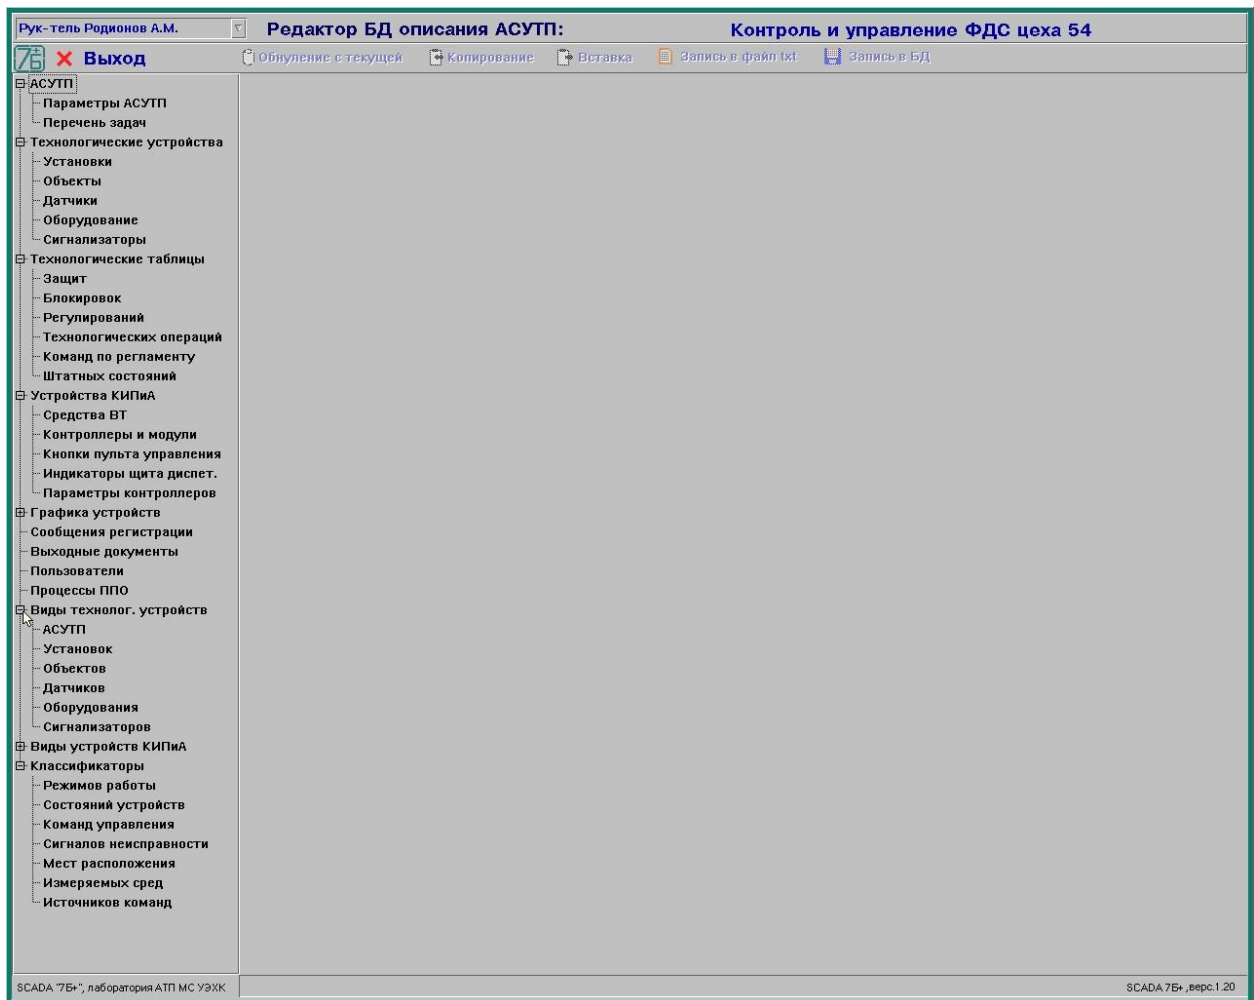

Рисунок 1 - Исходное окно программы
7.3 В результате запуска программы EDIT на экране дисплея отображается базовое (исходное) окно (см. рис. 1). После этого программа EDIT готова к работе.
8.1.1 В исходном (базовом) окне программы (см. рис. 1) отображается: